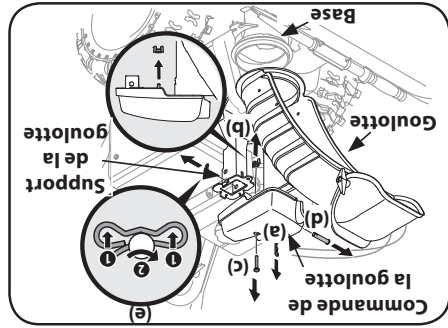

Figure 2-23
1. Retirez la goupille fendue (a), l'écrou à oreilles (b) et la vis hex. (c) qui se trouvent sur la commande de la goulotte. Retirez l'axe de chape (d) et la goupille papillon (e) du support de la goulotte. Voir la Figure 2-23.